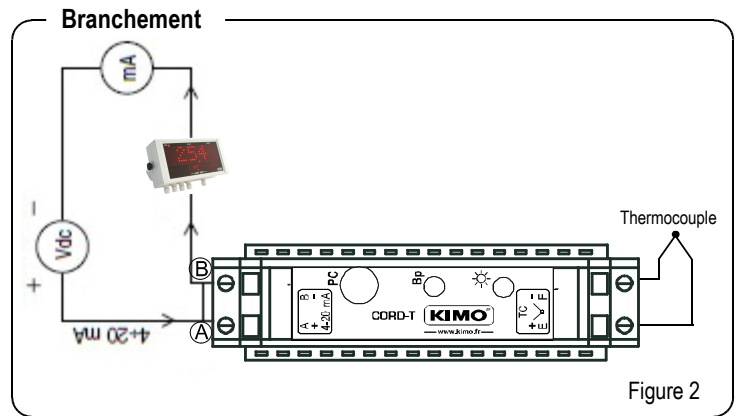

Figure 2
La **figure 2** montre le diagramme de branchement du convertisseur dans la boucle de courant. Un dispositif peut être introduit dans la boucle de courant comme un afficheur, un contrôleur ou un enregistreur.
- Brancher le convertisseur à configurer à la source d'alimentation à l'ampèremètre et au générateur de tension (voir figure 2) puis faire un appui long sur la touche de configuration du convertisseur. La led clignote 2 fois durant l'appui. Lorsque le clignotement devient rapide, relâcher le bouton : le mode programmation est activé.